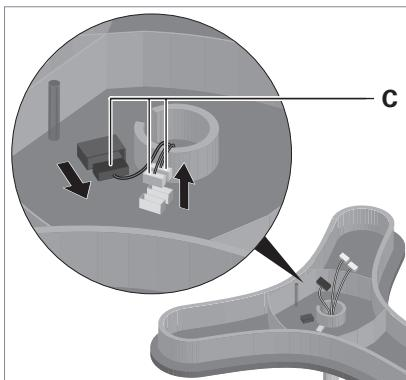

Fig. 16: Débrancher la fiche de la tête du luminaire.
- Enlever la fiche **C**, voir Fig. 16.